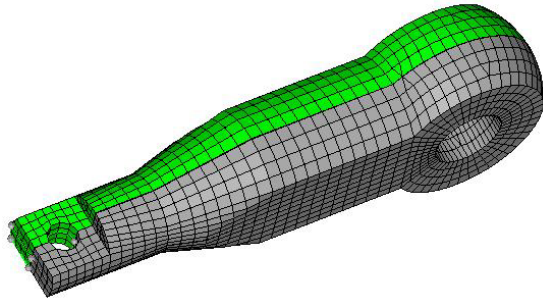

图 5-71 完成镜像操作
- (6) 左键单击黄色的 **elems** 按钮，选择 **duplicate** 进行复制操作。
- (7) 单击 **reflect** 按钮完成上下的镜像操作，如图 5-71 所示。